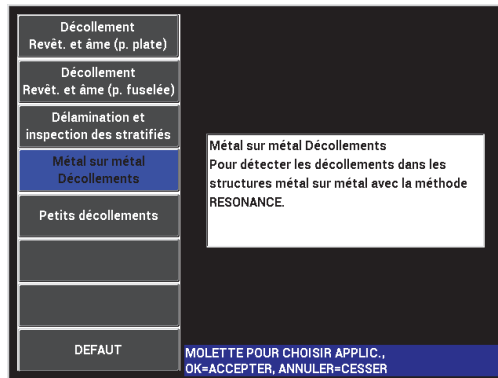

Figure 6-38 Application Métal sur métal Décollements
- Sélectionnez l'application **Métal sur métal Décollements**, et puis appuyez sur ✓ pour accepter (voir la Figure 6-38 à la page 162).